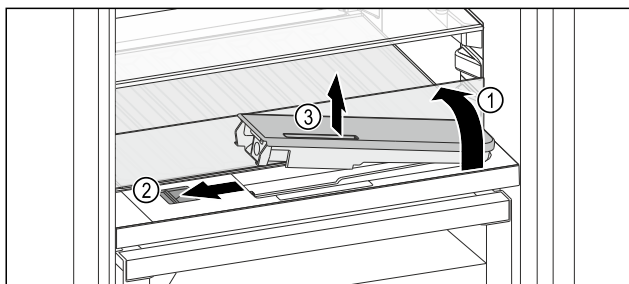

Fig. 223
- ▶ Skleněnou desku nadzvedněte a zaklapněte dozadu až na doraz Fig. 223 (1).
- ▶ Posuvník Fig. 223 (2) posuňte doleva.
- ▶ Vyjměte nádržku na vodu Fig. 223 (3).